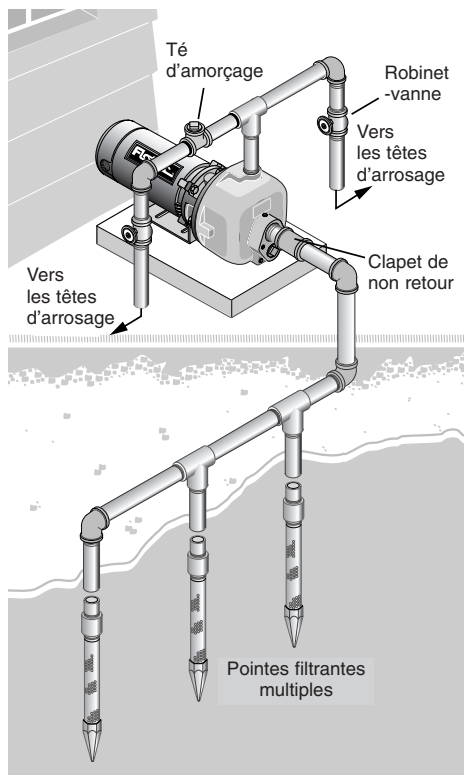

Figure 2 : Installation de puisage par pointes filtrantes multiples
- 1 ° Relier le tuyau d'aspiration au point d'entraînement (Fig. 2). Prévoir une longueur de tuyau horizontale aussi courte que possible. Utiliser de la bande téflon sur les filets de tuyau mâles. Il faut sans doute puiser à partir de points de puits multiples pour alimenter suffisamment la pompe en eau.